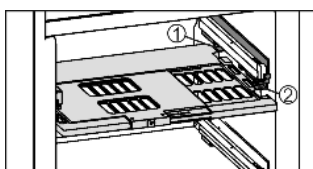

Fig. 9
- ▶ Установка пластины регулировки влажности: поперечные ребра крышки на пластине вставить через низ в задний держатель Fig. 9 (1) и защелкнуть спереди на держателе Fig. 9 (2).